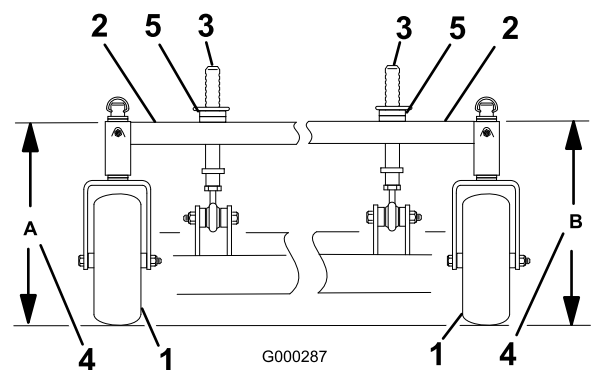

Figura 67
4. Mida la altura del bastidor de tiro en la posición A (Figura 67).
5. Mida la altura del bastidor de tiro en la posición B (Figura 67).